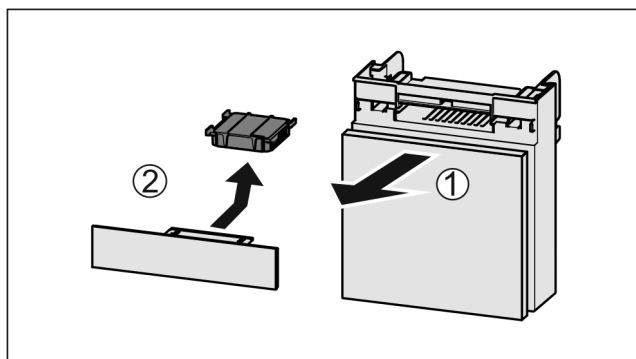

Fig. 137
- ▶ Zásuvku vytáhněte dopředu Fig. 137 (1).
- ▶ Filtr s aktivním uhlím vyjměte Fig. 137 (2).